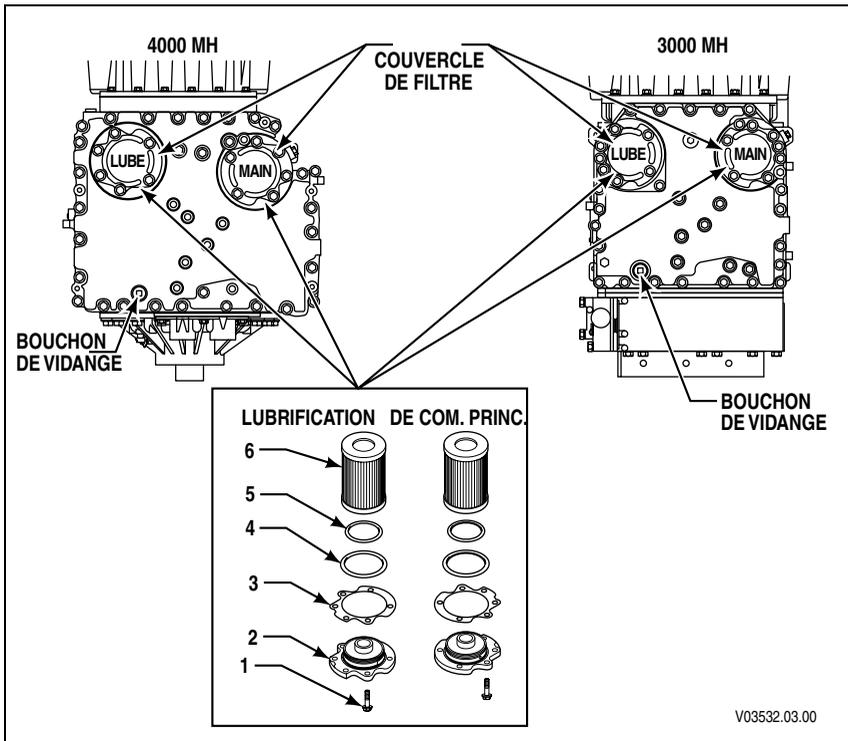

Figure 2-2. Emplacement des filtres pour l'entretien
b. Remplacez les filtres. Reportez-vous à la Figure 2-2.